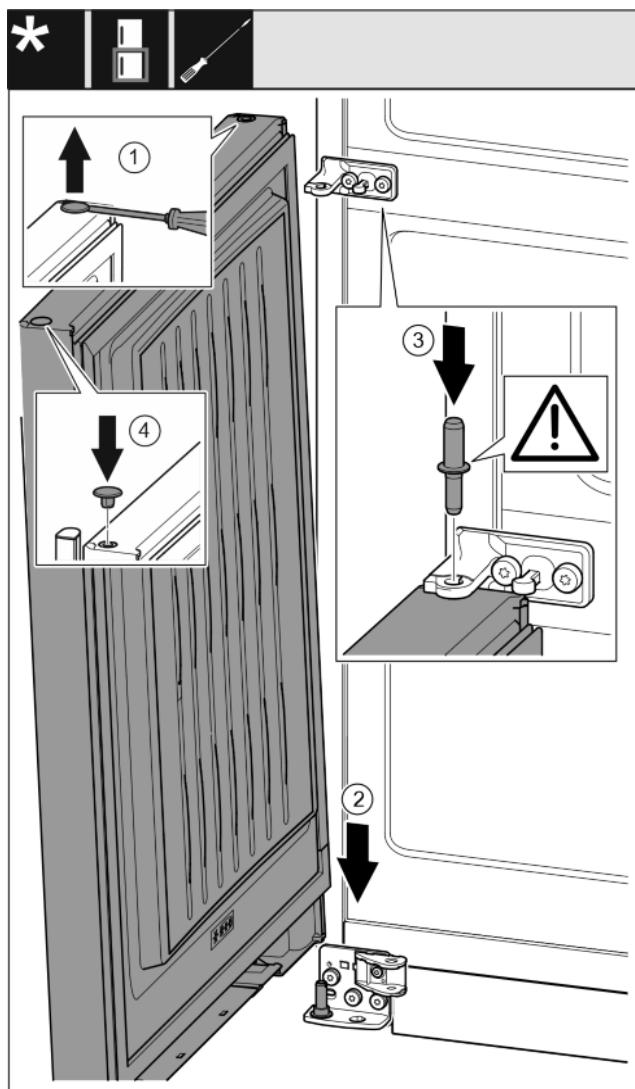

Fig. 32
- ▶ Plochým skrutkovačom opatrne nadvihnite a vyberte zátku. Fig. 32 (1)
- ▶ Dvere nasad'te zhora na dolný ložiskový čap. Fig. 32 (2)
- ▶ Ložiskový čap v strede nasad'te cez ložiskovú konzolu v strede do dolných dverí. Dbajte pritom na to, aby zaistovací doraz ukazoval smerom dozadu. Fig. 32 (3)
- ▶ Zátku opäť nasad'te na druhú stranu dverí. Fig. 32 (4)